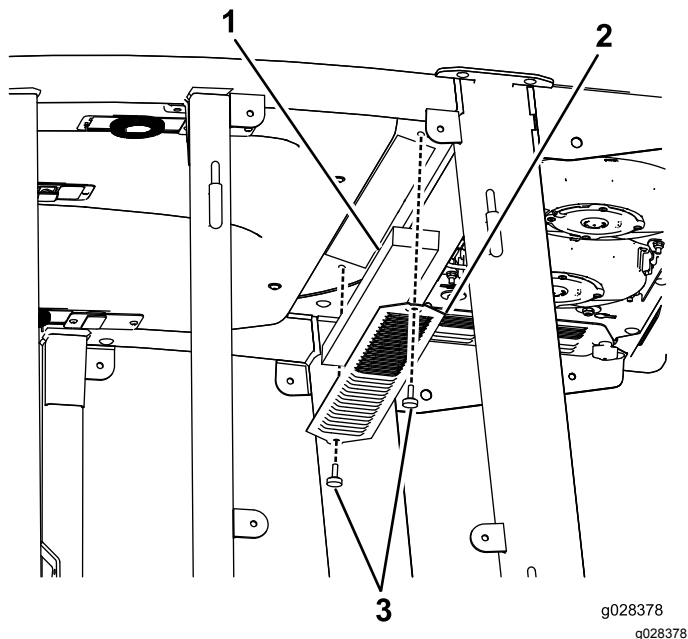
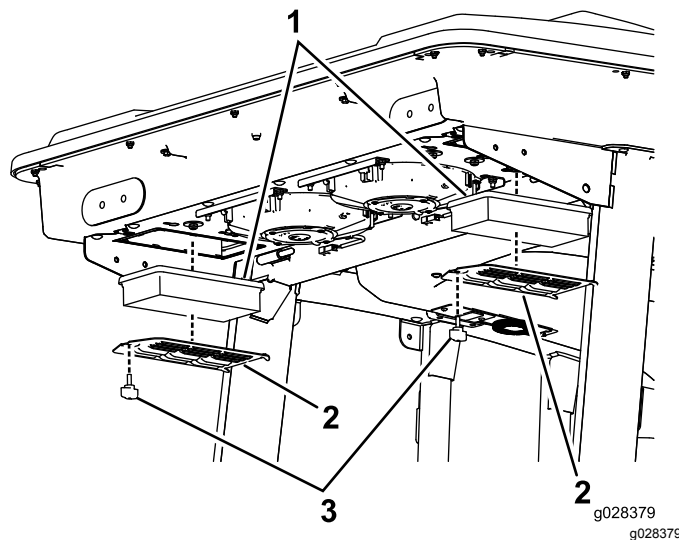
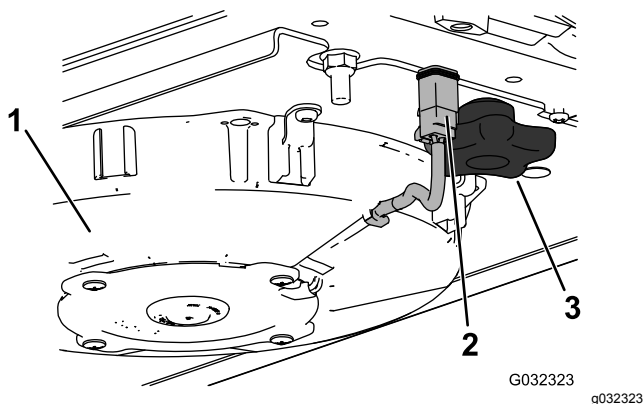
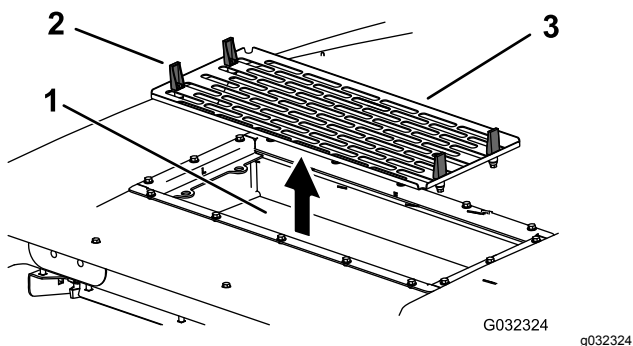

Figura 113
Figura 114
Figura 115
Figura 116
1. Retire los tornillos y las rejillas que cubren el filtro interior y el trasero de la cabina (Figura 113 y Figura 114).
- 5. Retire los filtros de aire (consulte Figura 114).
- 7. Instale los filtros de aire, la rejilla y el conjunto del ventilador (Figura 114, Figura 115 y Figura 116).
- 8. Conecte el cable de cada ventilador (Figura 115).